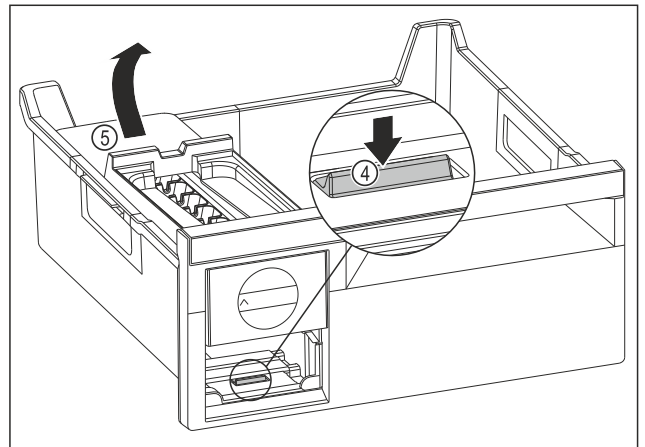

Fig. 86
- EasyTwist-Ice-Korpus entnehmen: Lasche Fig. 86 (4) mit Finger nach unten drücken und gleichzeitig mit der anderen Hand den EasyTwist-Ice-Korpus Fig. 86 (5) von hinten anheben.